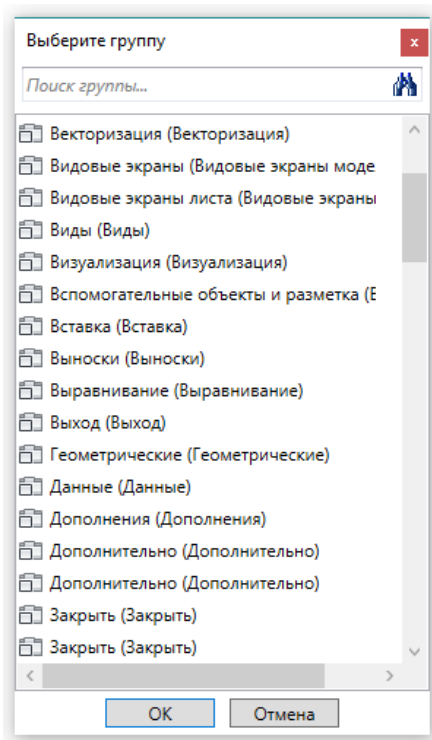

Рис. 14. Окно выбора группы ленты
2. В диалоге Выберите группу (рисунок 14) выбрать элемент, нажать ОК.